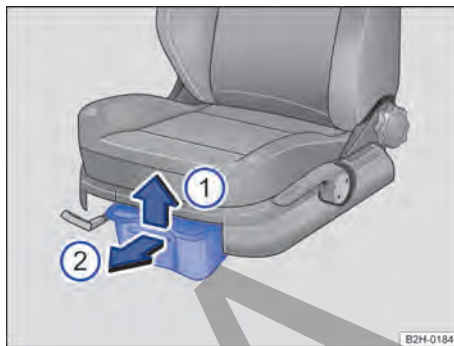

Fig. 116 Portaobjetos debajo de los asientos delanteros: cajón.
1. Levante el cajón → Fig. 116 ① y tire de él hacia delante → Fig. 116 ②.
1. Desplace el cajón debajo del asiento en el sentido contrario al de la flecha, hasta el tope → Fig. 116 ②.